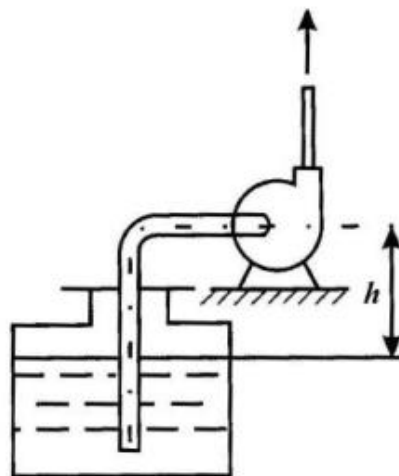

Рисунок 2
2. Минеральное масло ( $\rho=810 \text{ кг/м}^3$ ,  $\nu=3 \cdot 10^{-4} \text{ м}^2/\text{с}$ ) перекачивается из открытого резервуара (рис. 2) потребителю с расходом  $Q=7,55 \text{ дм}^3/\text{с}$ . Высота всасывания  $h=2 \text{ м}$ , показание вакуумметра, установленного в конце всасывающей линии ( $l=10 \text{ м}$ ,  $d=80 \text{ мм}$ , трубы сварные новые),  $p_v=49,1 \text{ кПа}$ . Определить суммарный коэффициент местных сопротивлений на всасывающей линии, считая его не зависящим от числа Рейнольдса.